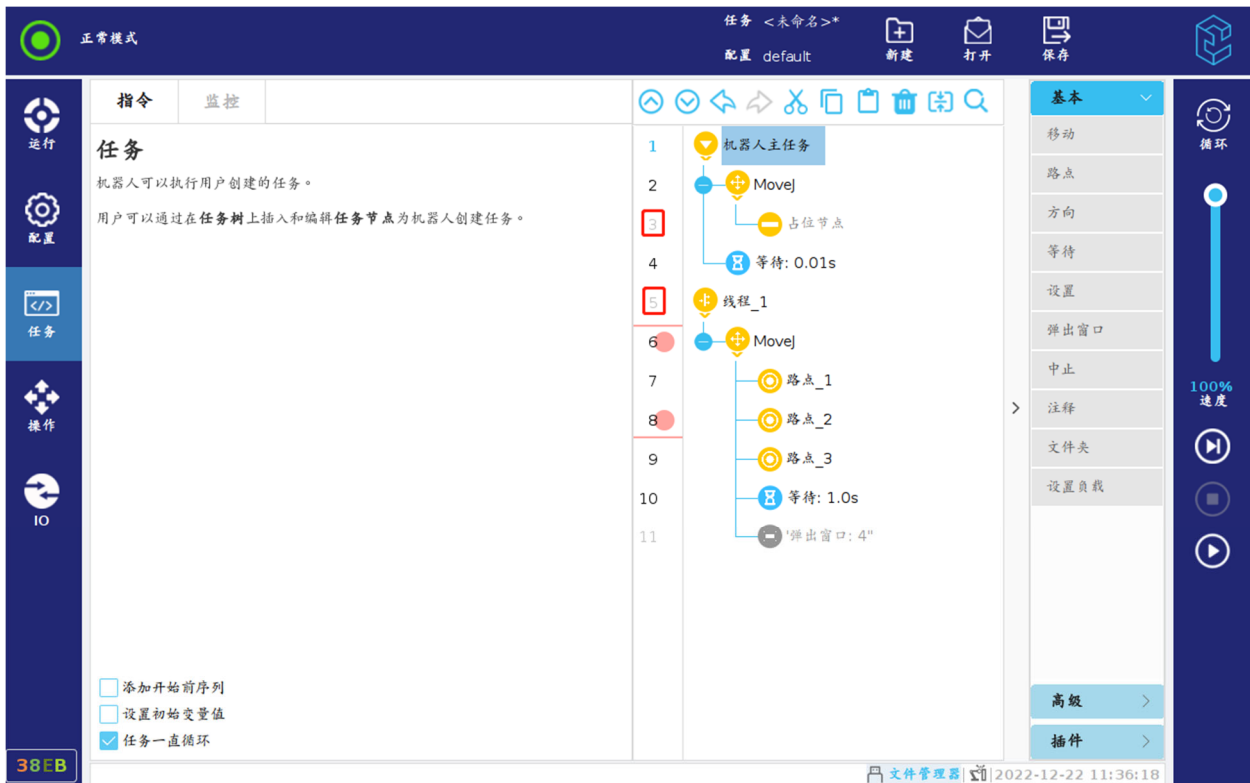

图 12-36 断点
- 选中这类节点，则节点的行号为淡蓝色，如图 12-36 中的行号“5”所示；
- 未选中这类节点，则节点的行号为淡灰色，如图 12-36 中的行号“3”所示。